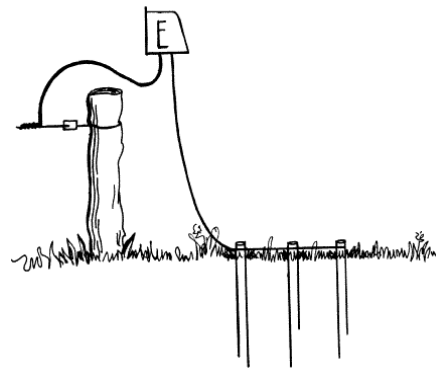

Figura 4.- Buena toma a tierra.
- 2) Se toma con una mano la toma de tierra (la última si son varias) y con la otra ir tocando el suelo desde lo mas cerca posible de la toma, repitiendo la prueba en varias ocasiones separando las manos hasta la máxima extensión que den los brazos (figura 4). Si en algún momento se empieza a sentir un cosquilleo es que la tierra es insuficiente, por lo que deberá ser mejorada (mayor profundidad, más estacas, mejores conexiones). Si no se siente nada la tierra es correcta.